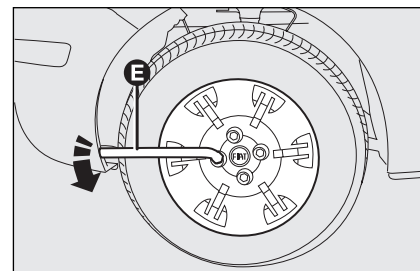

fig. 4
- ☐ allentare di circa un giro i bulloni di fissaggio della ruota da sostituire con la chiave in dotazione **E**-fig. 4;